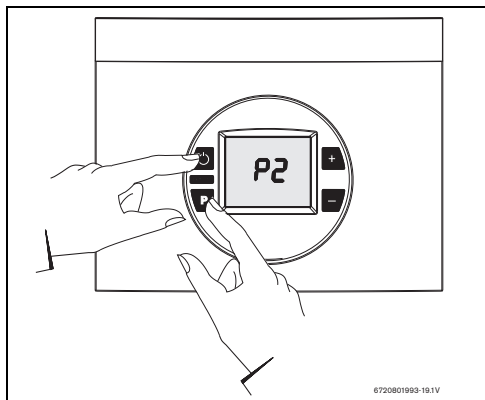

Fig. 44
- ▶ Per avviare l'apparecchio mantenere premuto il tasto "P" e contemporaneamente premere l'interruttore principale ON/OFF (Fig. 44).